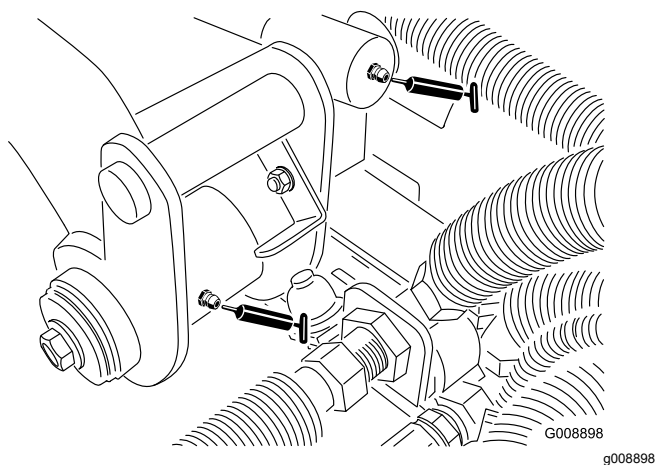

Figura 32
- Pivotes (2) y cilindro de elevación del brazo de elevación trasero (Figura 32)